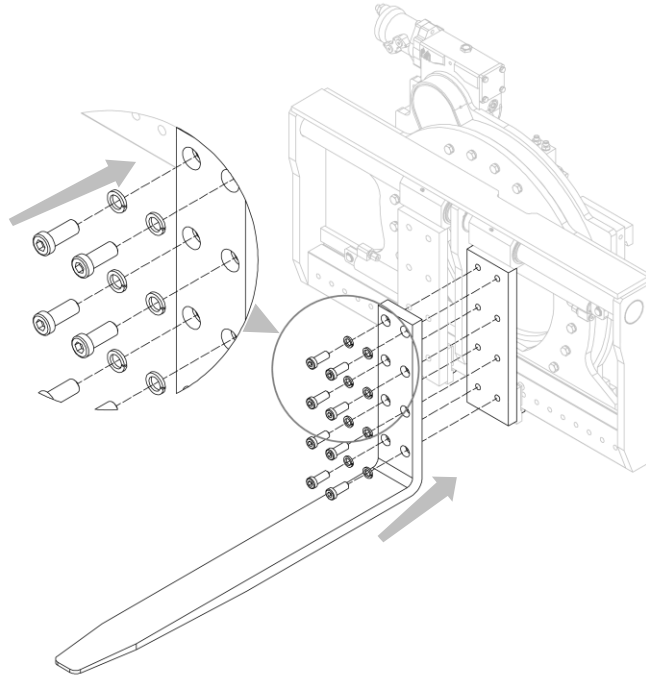

Abbildung 17
1. Bringen Sie die Gabelzinken an den Gleitscheiben an und schrauben Sie sie fest (siehe *Abbildung 17*).